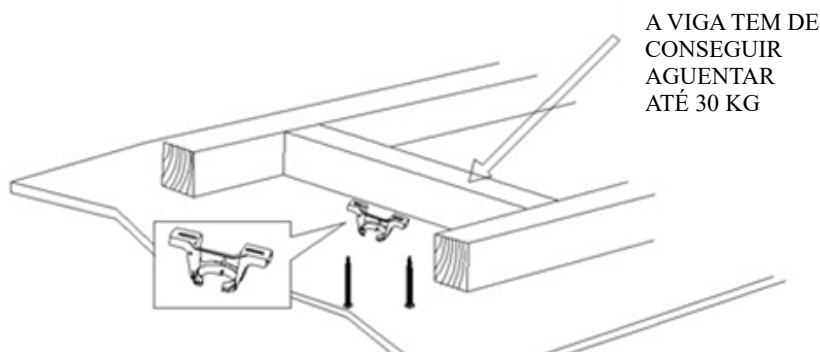

Fig. 2
- Instale o suporte de fixação na viga do teto ou estrutura capaz de aguentar uma carga de, pelo menos, 30 kg, com os dois parafusos compridos fornecidos. Certifique-se de que, pelo menos, 30 mm do parafuso fica roscado no suporte. (Fig. 2)